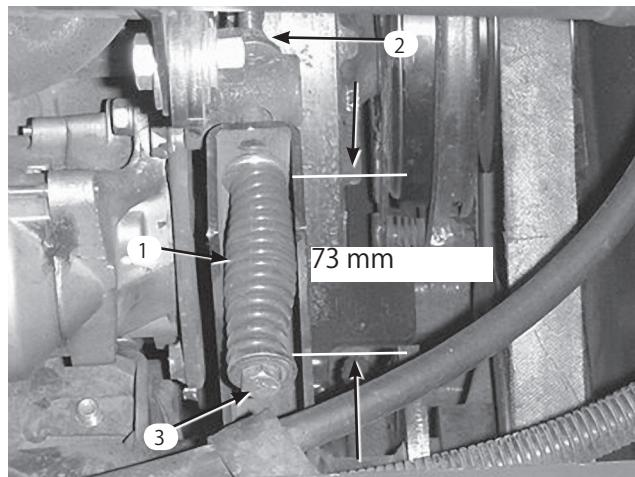

図52
2. テンション・ロッドのジャムナット（図52）をゆるめる。
3. テンション・スプリングの調整には1/2 インチ・レンチを使う（図52）。テンション・スプリングの長さを 73 mm に調整する。
3. 1/2 インチ・レンチを使ってテンション・スプリング（図52）を完全にゆるめる。
5. 新しいベルトを取り付け、レンチでスプリングの長さを 73 mm に調整する（図52）。
6. ジャムナット（図52）を締めてフードを閉める。